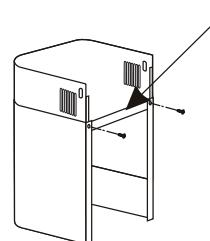

Bild . 4
- Fixera den plana konsolen bakom den lägre kanalen (del C, bild 4).